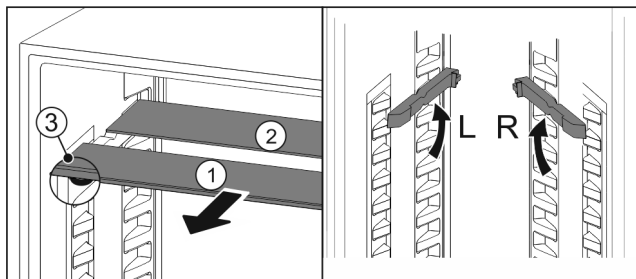

Fig. 100
- ▶ estrarre i ripiani di vetro singolarmente tirando in avanti Fig. 100 (1).
- ▷ Il piano in vetro Fig. 100 (1) con il motivo ornamentale è nella parte anteriore.
- ▷ I fermi Fig. 100 (3) sono rivolti verso il basso.